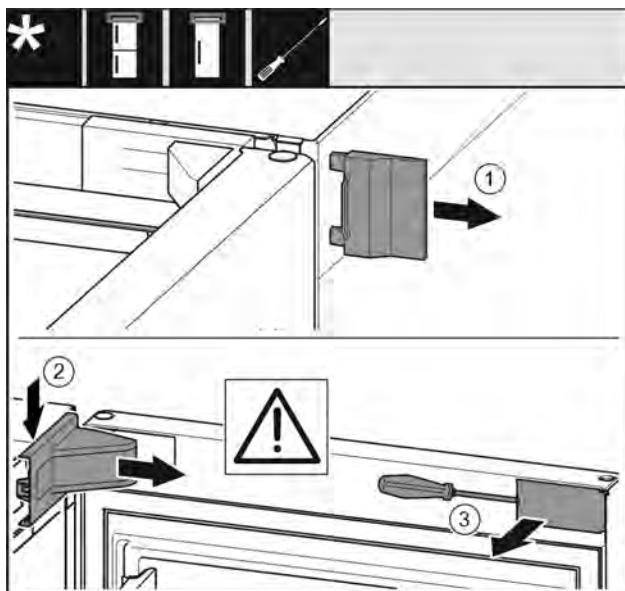

Fig. 9
- Снимите внешнюю крышку. Fig. 9 (1)
- Освободите и отсоедините крышку опорного кронштейна. Снимите крышку опорного кронштейна. Fig. 9 (2)
- При помощи шлицевой отвертки освободите накладку и отведите в сторону. Fig. 9 (3)